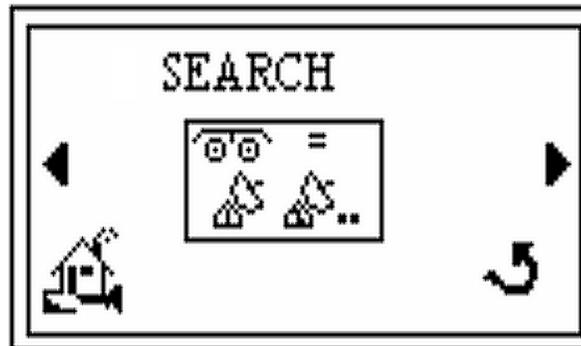

Abbildung 2-22 Such-Bildschirm
5. Drücken von **▶** und der *Such*- Bildschirm erscheint (Abbildung 2-22).